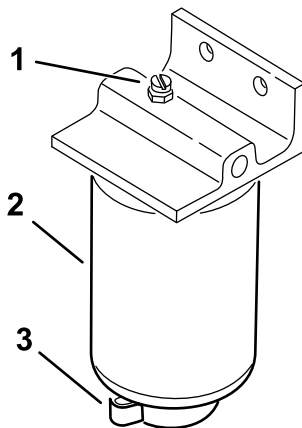

Figura 37
4. Aprite il tappo di spurgo del filtro e la valvola di sfiato (**Figura 37**).